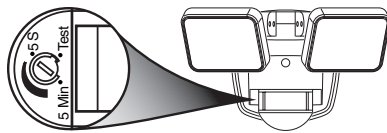

Figura 5
2. Gire el disco de control a la posición TEST (vea la Figura 5). *Nota:* Cuando se fija el disco de control a la posición TEST, la lámpara funcionará durante el día o la noche. La luz permanecerá encendida 8 segundos después que todo movimiento se ha detenido.